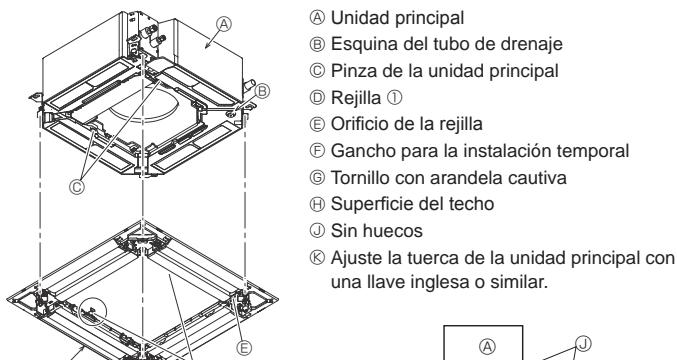

Fig. 9-6
### 9.4.2. Instalación provisional de la rejilla (Fig. 9-6)
- Sujete la rejilla a la unidad principal apretando los tornillos preinstalados. (Fig. 9-6)
- Despues de apretar el tornillo, confirme que los dos ganchos de la rejilla (Fig. 9-6) estén sujetos en los ganchos de la unidad principal.